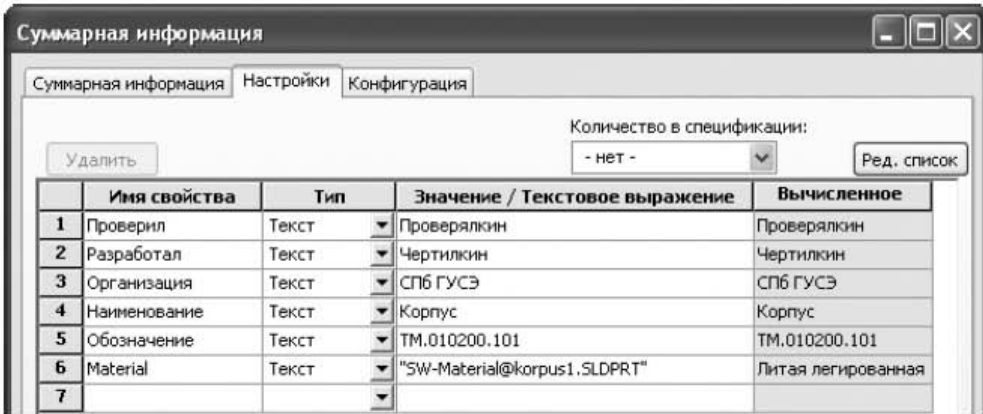

Рис. 6.12. Окно свойств файла Корпус
1. Проверьте, чтобы в каждом файле детали, в файле модели сборки были заполнены необходимые поля диалогового окна команды **Файл** ▶ **Свойства** (рис. 6.12).